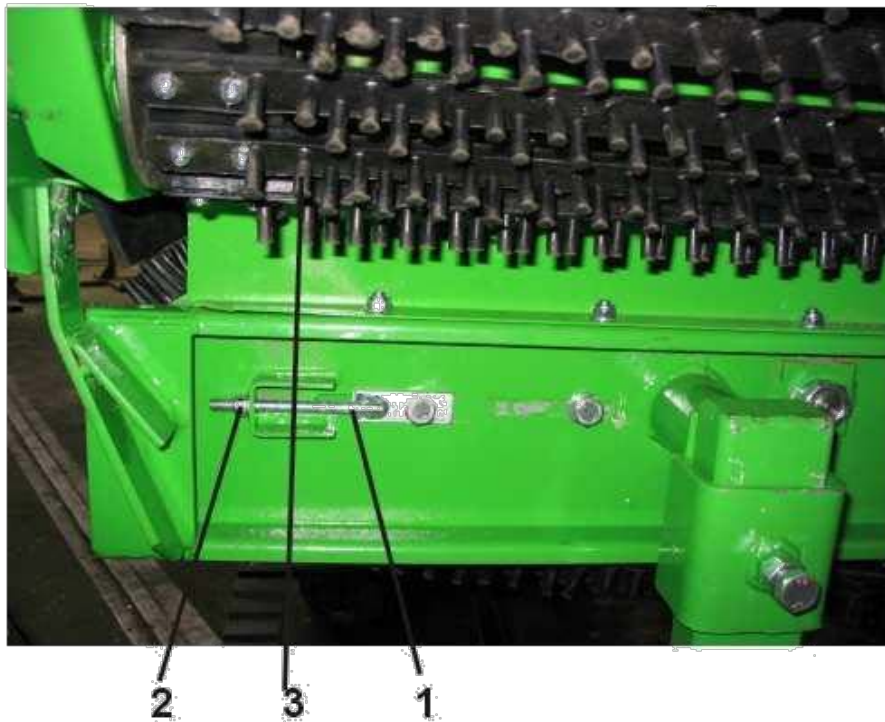

Abb. 46. Einstellen der Noppenbandspannung des Quertransporters.
- löse vier Schrauben (1 Abb. 46),
- ziehe die Muttern (2) auf beiden Bandseiten (3) so an, dass der Banddurchhang unter Eigengewicht im unteren Bandabschnitt bis zu 100 mm beträgt,
- ziehe die Schrauben (1) an.